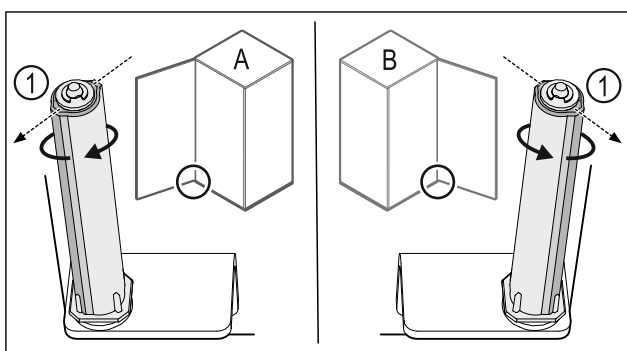

Fig. 49 Links scharnierend (A) / rechts scharnierend (B)
- Sluitsysteem tegen de weerstand in draaien tot het schot van het sluitsysteem Fig. 49 (1) naar buiten wijst.